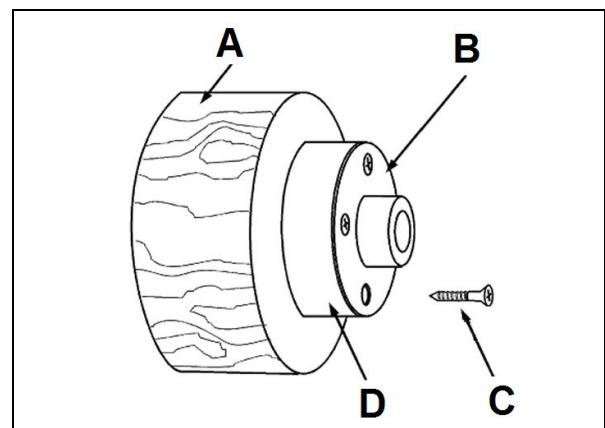

Fig 24
Befestigen Sie das Werkstück (A, Fig 24) mit 4 Messing-Holzschrauben (C) direkt an der Aufspannscheibe. Seien Sie vorsichtig bei der Schraubenwahl. Zu lange Schrauben ragen in den Zerspanungsbereich und zu kurze ergeben keine sichere Aufspannung.